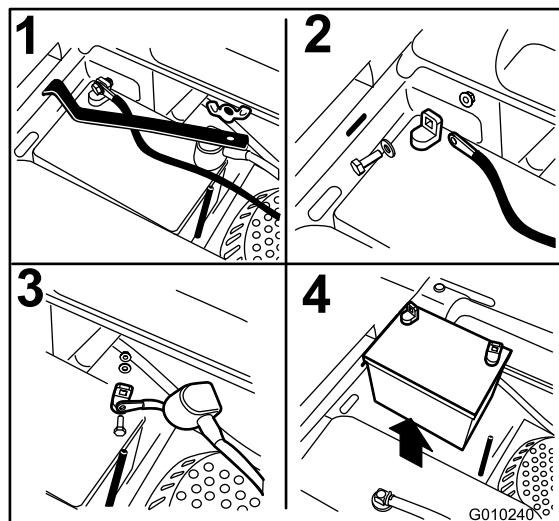

Figure 46
3. Retirez l'écrou à oreilles qui fixe la barrette de maintien de la batterie (Figure 46).
4. Commencez par débrancher le câble négatif (noir) de la borne négative (-) (noire) de la batterie (Figure 46).
5. Enlevez le capuchon rouge de la borne positive (rouge) de la batterie et débranchez le câble positif (+)(rouge) (Figure 46).
6. Déposez la barrette (Figure 46).
1. Placez la batterie dans son support en tournant les bornes à l'opposé du réservoir hydraulique (Figure 46).
4. Fixez les câbles avec 2 boulons, 2 rondelles et 2 contre-écrous (Figure 46).
6. Reposez la barrette et fixez-la avec l'écrou à oreilles (Figure 46).